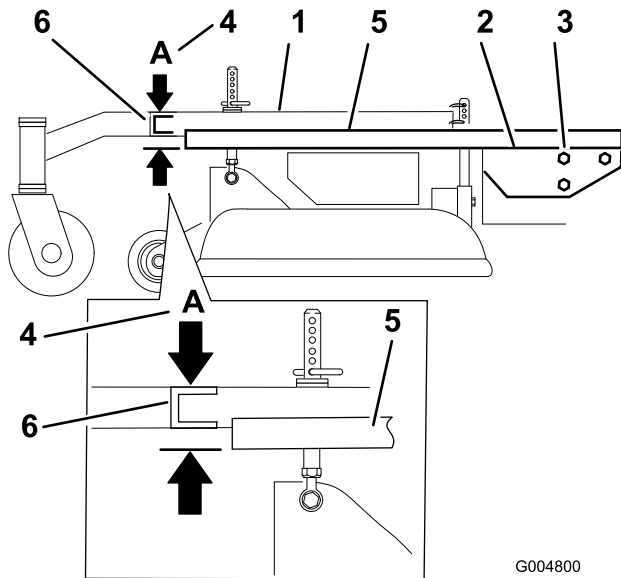

Figure 78
3. Placez une longue planche, ou autre objet similaire parfaitement droit en haut du plancher moteur, comme illustré à la Figure 78.
4. Au niveau du tube transversal du bâti porteur, mesurez la hauteur au point A (Figure 78). Elle doit être égale à 33 mm (1-5/16 po) \pm 6 mm (1/4 po).
6. Desserrez les boulons de montage du bâti porteur de chaque côté de la machine (Figure 78).
- Alignez le bâti porteur et le plancher moteur à la même hauteur qu'au point **A**, c.-à-d. 33 mm (1-5/16 po) \pm 6 mm (1/4 po) (Figure 78).